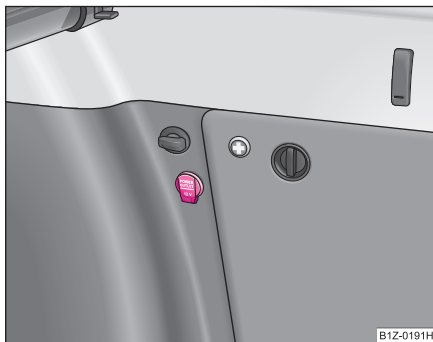

Fig. 98 Maletero: caja de enchufe
- Abra la cubierta de la caja de enchufe ⇒ **fig. 98**.